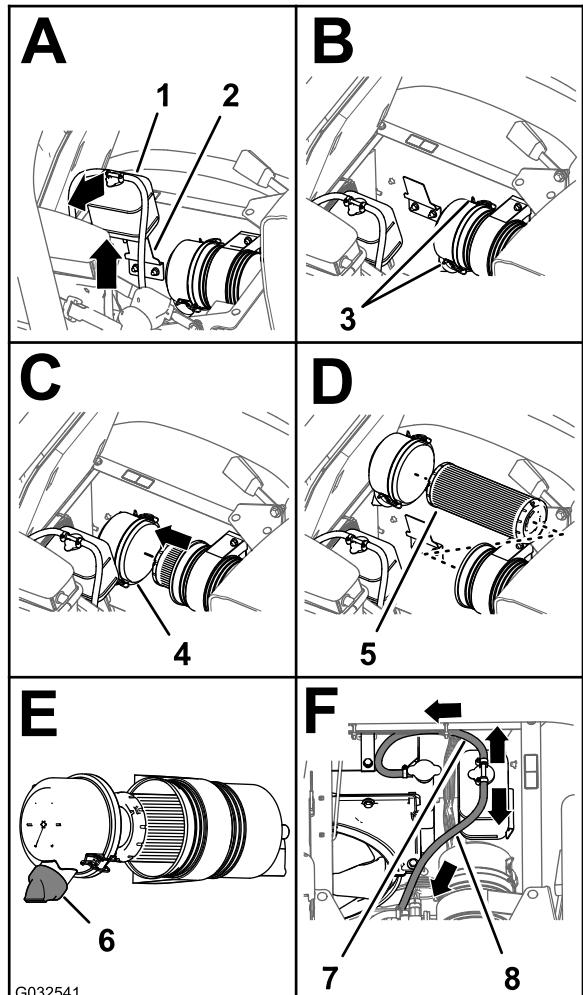

Figura 65
- Levante el depósito de expansión del refrigerante y retírelo del soporte del depósito (Figura 65).
- Abra los dos enganches que sujetan el tapón guardapolvo a la carcasa del limpiador de aire (Figura 65).
- Limpie el interior del tapón guardapolvo, la carcasa del limpiador de aire y la válvula de polvo con un trapo húmedo (Figura 64 y Figura 65).
- Instale el elemento del filtro de aire en la carcasa del limpiador de aire (Figura 65).
- Instale la tapa sobre el cuerpo del limpiador de aire y sujetela con los 2 enganches (Figura 65).
- Alinee el depósito de expansión del refrigerante con el soporte del depósito y coloque el depósito firmemente (Figura 65).
Importante: Asegúrese de que la manguera de alivio de presión está enrutada hacia delante y hacia abajo, y que la manguera de ventilación está enrutada hacia atrás, según se muestra en Figura 65.